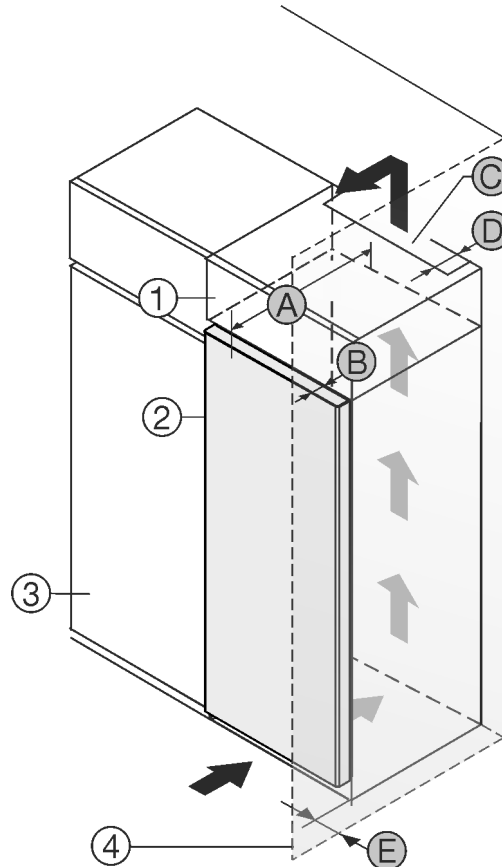

Fig. 1
- (1) Uždedama spintelė *
- (2) Prietaisas *
- (3) Virtuvės spinta *
- (4) Sieną *
- (A) Prietaiso gylis *
- (B) Durų gylis *
- (C) Vėdinimo angos skerspjūvis *
- (D) Atstumas iki galinės prietaiso pusės *
- (E) Atstumas iki prietaiso pusės *
Prietaisą galite statyti iš karto šalia virtuvės spintelės Fig. 1 (3).*
Galinėje uždedamos spintelės pusėje turi likti tarpas ventiliacijai, kurio gylis Fig. 1 (D) būtų per visą uždedamos spintelės plotį.*
Po patalpos lubomis turi būti laikomasi vėdinimo angos skerspjūvio Fig. 1 (C).*
Jei prietaisas su lankstais statomas greta sienos Fig. 1 (4), mažiausias atstumas tarp prietaiso ir sienos turi būti 13 mm.*
Kad durys atsidarytų iki galo, palyginti su šaldytuvo priekiu, prietaisas turi išsikišti bent per savo durų gylį *Fig. 1 (B)*. Priklausomai nuo virtuvės spintelių *Fig. 1 (3)* gylio ir atstumo iki sienos nustatančių detalių naudojimo, prietaisas gali išsikišti daugiau.*